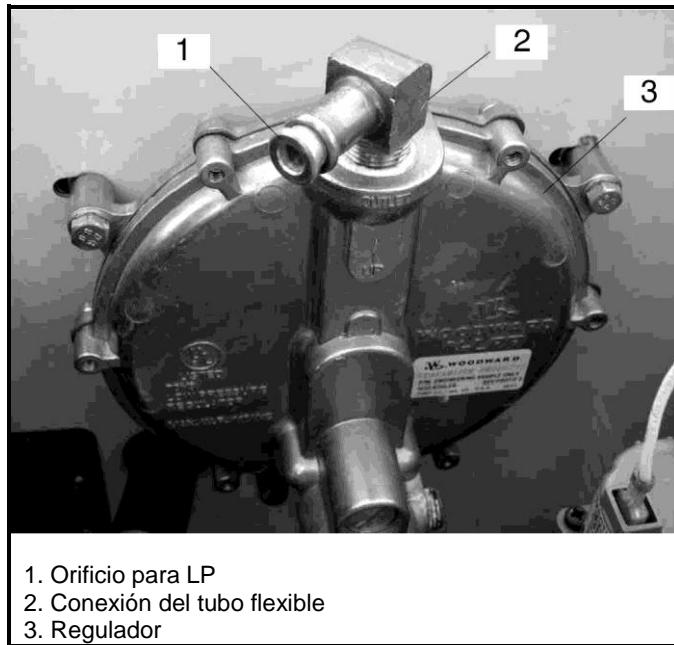

Figura 2.23: Orificio de combustible LP, RES 18 EC / RES 16 TEC
- Coloque el orificio en la conexión del tubo flexible. Consulte la figura 2.23.